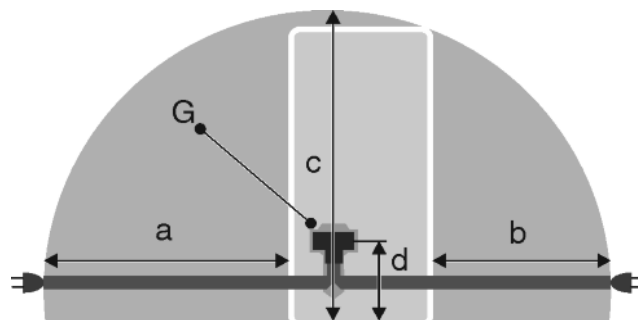

Fig. 27
- La prise de courant est en dehors de la zone postérieure de l'appareil dans la zone concernée. *Fig. 27 (a, b, c)*
- Introduire la fiche de l'appareil *Fig. 27 (G)* au dos de l'appareil. Veiller à ce qu'elle s'introduise correctement.